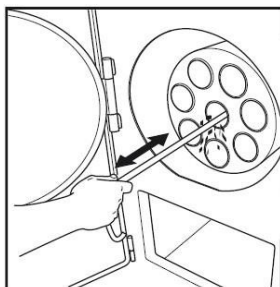

РИС. 15
- Очистить дымогарные трубы теплообменного барабана банником (рис. 15).